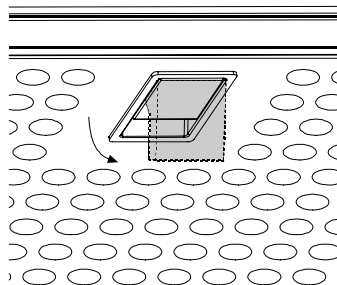

Fig. 3
- Glisser d'abord le filtre à graisse métallique vers l'arrière de l'appareil, puis le tirer vers le bas. **Fig. 3.**